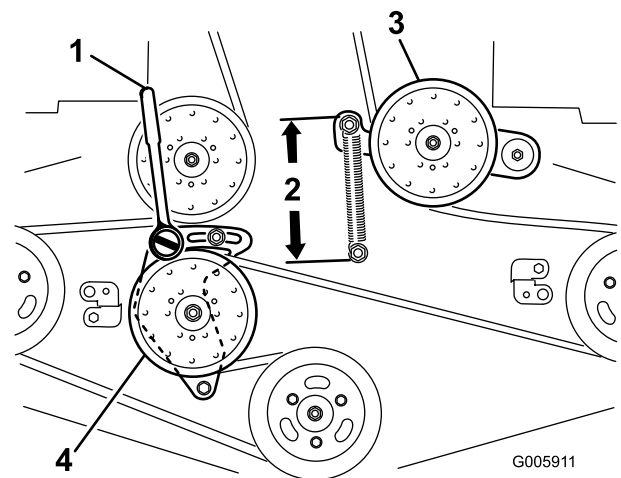

Figura 89
6. Afloje el brazo de la polea tensora fija y ajústelo para aliviar la tensión de la correa (Figura 89).
9. Introduzca una llave de carraca con extensión corta en el taladro cuadrado del brazo de la polea tensora fija (Figura 89).
11. Para aumentar la tensión de la correa, gire la llave de carraca en sentido antihorario para desplazar el brazo de la polea tensora fija hasta obtener un espacio de 16,5 cm entre los ganchos del muelle (Figura 89).